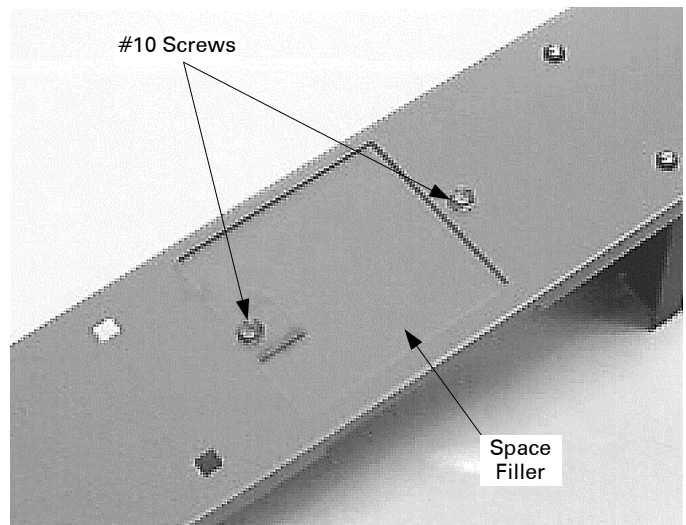

Figure 2. Space filler installed on a breaker cover.
3. **Attach a space filler** (part number 10085624P1) to the cover if there is no breaker installed behind one of the holes. Secure the filler with the two #10 x ³/₈" screws provided, tightened to 27–32 in-lb, as shown in Figure 2.
3. Attacher un espaceur (pièce numéro 10085624P1) au couvercle si aucun disjoncteur n'est installé à l'arrière des trous. Fixer l'espaceur avec deux vis #10 x 3/8" fournies, serrées à 15–20 lb.-po., tel qu'illustré à la Figure 2.